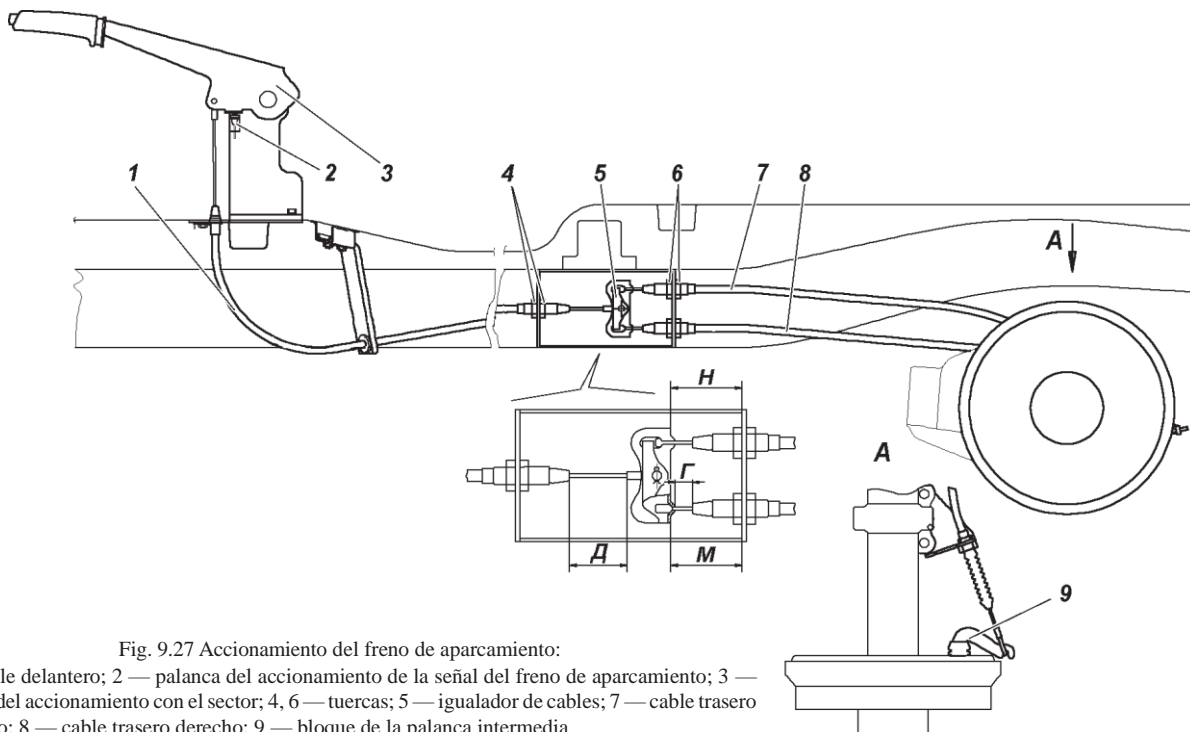

Fig. 9.27 Accionamiento del freno de aparcamiento:
**Freno de aparcamiento de rueda** que actúa sobre las zapatas de freno de las ruedas traseras (fig. 9.27).
3. Coloque la palanca del freno de aparcamiento 3 (fig. 9.27) en la posición inferior.
5. Girando las tuercas 4 y 6 seleccione el grado de flojedad de los cables 1, 7, 8. Es necesario mantener  $G = 1$  mm (min),  $D = 35$  mm (min) y la diferencia de las dimensiones M y N en no más de 6 mm (fig. 9.27). Al seleccionar la flojedad de los cables no se permite ningún movimiento de las palancas 9.